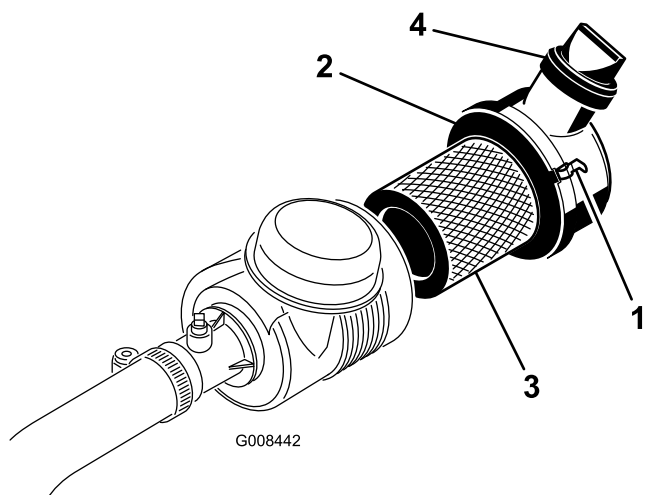

図 32
- エアクリーナのカバーをボディーに固定しているラッチを外す(図 32)。
- カバーとボディーがラッチで確実に固定されていることを確認する 図 32。